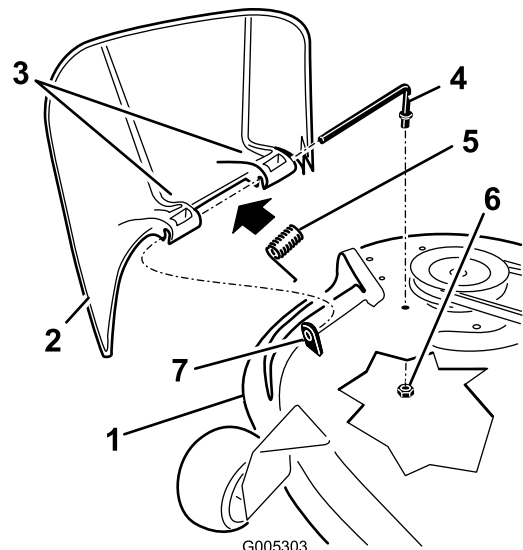

Figure 64
1. Retirez l'écrou ($\frac{3}{8}$ po) de la tige, sous le tablier de coupe (Figure 64).
2. Sortez la tige de la courte cheville de positionnement, du ressort et du déflecteur d'herbe (Figure 64).
4. Remettez en place le déflecteur d'herbe (Figure 64).
7. Insérez la tige dans le deuxième support du déflecteur d'herbe (Figure 64).
9. Fixez l'extrémité arrière de la tige dans le tablier de coupe à l'aide d'un écrou ($\frac{3}{8}$ po), comme montré à la Figure 64.